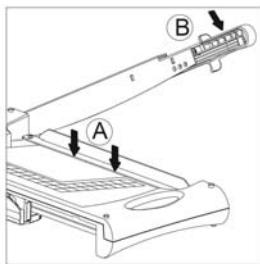

figura 2
- 4 Allineare il materiale da tagliare nella posizione di taglio desiderata sotto al profilo pressore che va quindi spinto in basso (figura 2, A).
- 5 Abbassare la leva per tagliare (figura 2, B).